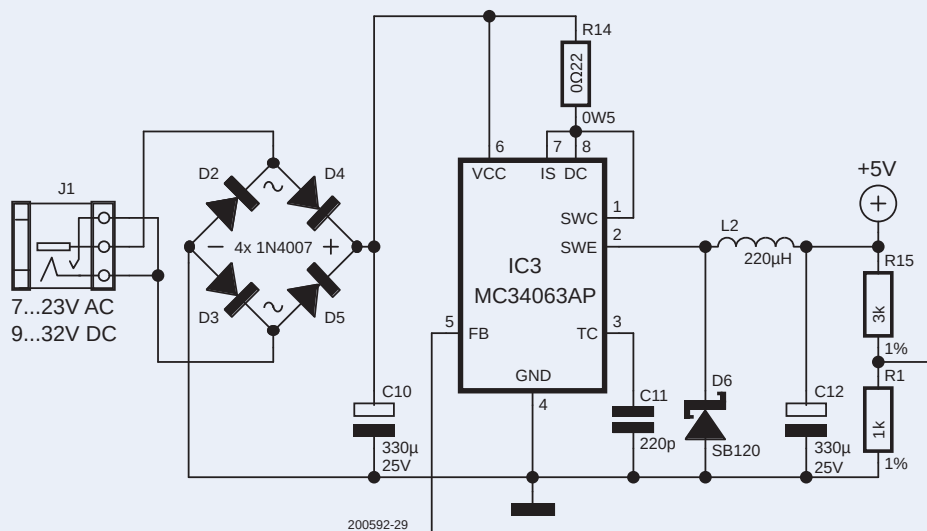

Figure 3. L'alimentation à découpage couvre une vaste plage de tension d'entrée.
Un MC34063 (IC3) monté en régulateur *buck* à découpage fournit la tension d'alimentation convenable de +5 V (fig. 3). La source d'alimentation CA/CC à l'entrée du circuit est redressée puis filtrée par le condensateur C10 avant d'entrer dans IC3. Le redresseur D2 à D5 permet l'alimentation en courant alternatif (CA) et en courant continu (CC) de polarité quelconque. Ainsi, l'appareil accepte à son entrée des tensions de 7 à 23 V_{AC} ou de 9 à 32 V_{CC}. La fréquence de découpage est voisine de 30 kHz. Le circuit complet ne consomme que 35 mA. Comme l'alimentation peut fournir jusqu'à 1,2 A, elle est très largement dimensionnée. La broche centrale du connecteur d'alimentation a un diamètre de 2 mm, compatible avec de nombreux adaptateurs standard.